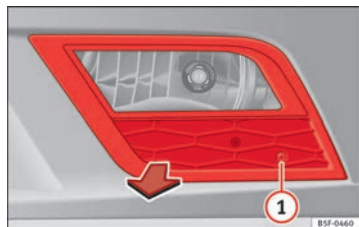

Fig. 191 Faro antiniebla.
- Retire el tornillo ⇒ fig. 191 ① de la rejilla del faro antiniebla, precisando para ello un destornillador.